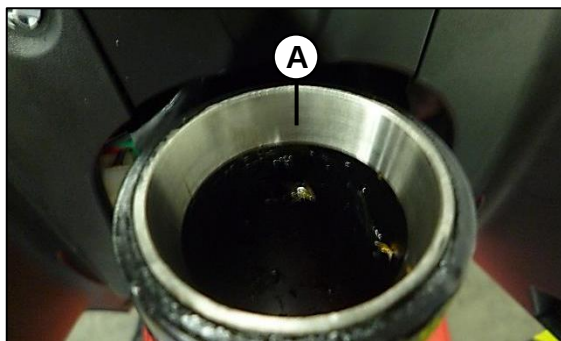

Fig. 18
Inspeccionar estado de cunas de dirección (A) tanto inferior como superior. Si nota alguna anomalía replácela. **Fig. 18**